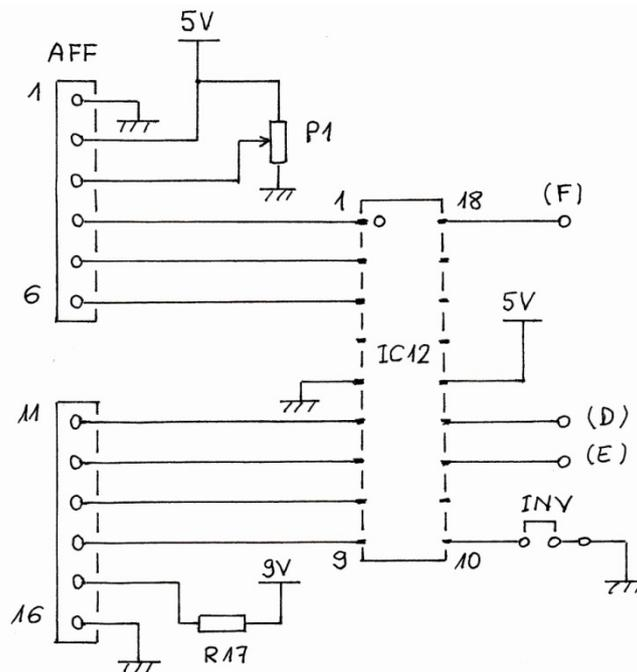

Figure 4 : Comparsateur « Gauche – Droite » et pilotage de l'afficheur par un PIC 16F88
Les deux signaux venant du démodulateur synchrone sont numérisés par le PIC 16F88. La comparaison « Gauche – Droite » est effectuée par comparaison entre les 2 valeurs (D) et (E). Cette fonction est réalisée par un PIC 16F88 de Microchip qui fait l'acquisition des 2 tensions et leur différence (Figure 4). Ce PIC fait aussi le pilotage de l'afficheur LCD (Photo 4).